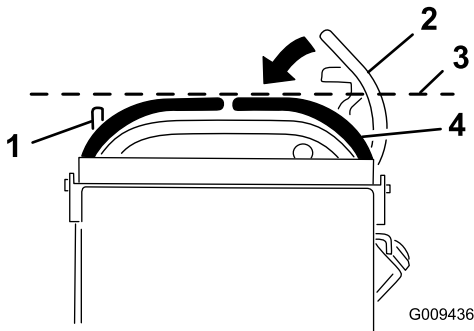

Figura 64
3. Spingete in giù la leva di controllo del movimento destra per toglierla dalla posizione di BLOCCO IN FOLLE (Figura 64).
4. Controllate se la leva di controllo del movimento destra è allineata orizzontalmente con la leva di controllo del movimento sinistra (Figura 64).